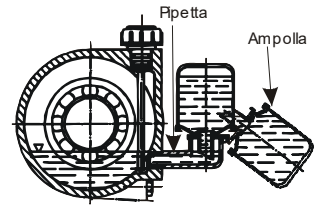

Fig.3: Oliatore
- se il supporto è provvisto di oliatore ribaltare l'ampolla e versare olio nella pipetta fino a raggiungere il livello come indicato in *fig.3*: riempire l'ampolla e portarla in posizione verticale. Controllare che il livello nell'ampolla rimanga costante. Gli oli indicati in *tab. 1* sono validi per temperature comprese tra -10° e 120° C.